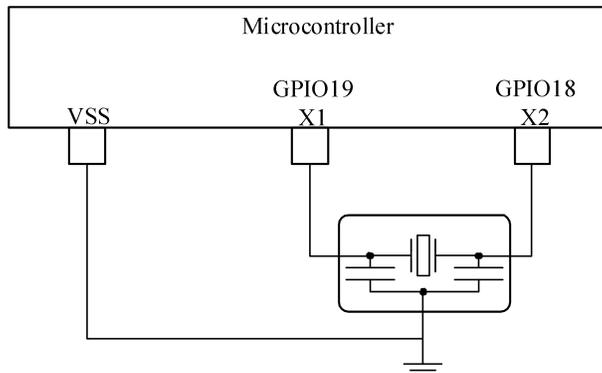

图6-13 外部谐振器
- 外部谐振器。如图6-13 所示，谐振器应连接在 X1 和 X2 之间，且其接地端连接至 VSS。